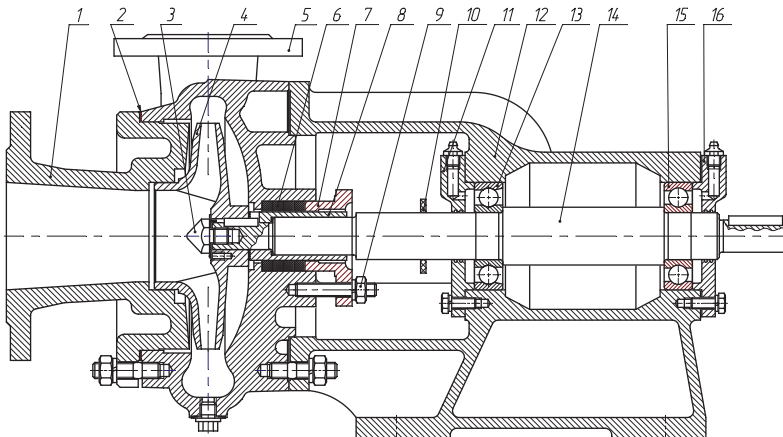

Рисунок 1. Насос консольный типа 1К и К с сальниковым уплотнением
2.2.4 Убедиться, что вал насоса вращается без заеданий (при опробовании в насосной части не должно быть посторонних предметов, льда и т.п.; затяжку болтов крышки сальника (рис. 1 поз.9) при проверке ослабить).